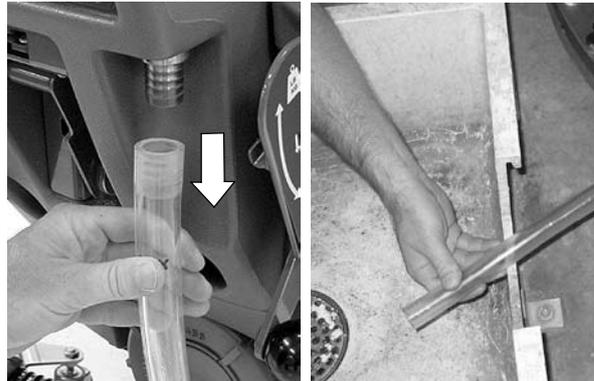

ABB. 31
1. Um das Restwasser aus dem Frischwassertank abzulassen, ziehen Sie den Füllstandsschlauch des Frischwassertanks, wie angegeben, aus der Schlauchhalterung (Abbildung 31).